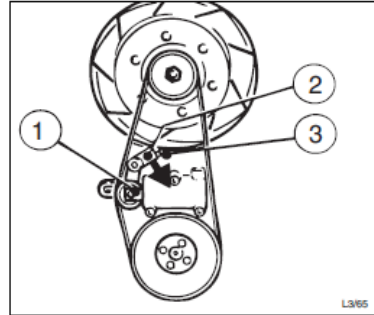

Abb. 52 – Spannschloss
- Bei Riemenwechsel immer die Funktion der Spannvorrichtung überprüfen (abb. 52).